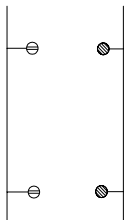

图 2-114 打开设备缩放素材
**01** 按 Ctrl+O 组合键，打开配套光盘提供的“第 2 章/2.3.14 设备缩放.dwg”素材文件，结果如图 2-114 所示。